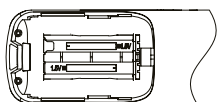

fig. 8
3) Estrarre le vecchie batterie. Installare due nuove batterie AAA rispettando le polarità positiva e negativa indicate (vedi "fig. 8"). Chiudere il coperchio della batteria.